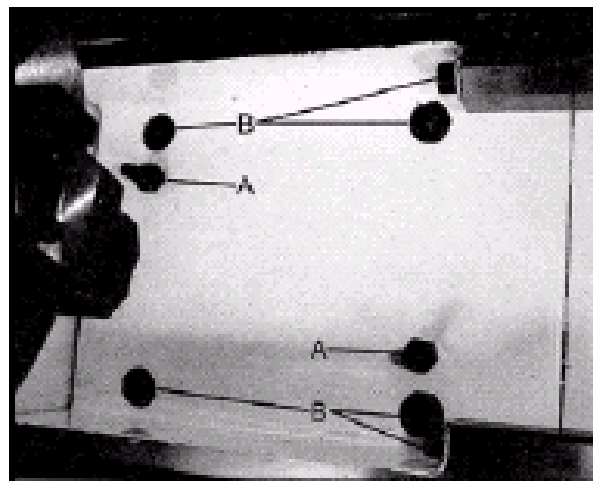

Рис.21
Вытащите конические штифты (B, рис.21) посредством подтягивания гаек (A).